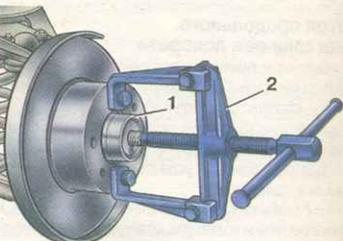

Рис. 5.12. Снятие ступицы переднего колеса съемником А.40005/1/9В: 1 – ступица колеса; 2 – съемник
- отверните регулировочную гайку подшипников ступицы, снимите шайбу и съемником А.40005/1/9В (рис. 5.12) снимите ступицу в сборе с подшипниками, сальником и тормозным диском; снимите внутреннее кольцо внутреннего подшипника с поворотного кулака.